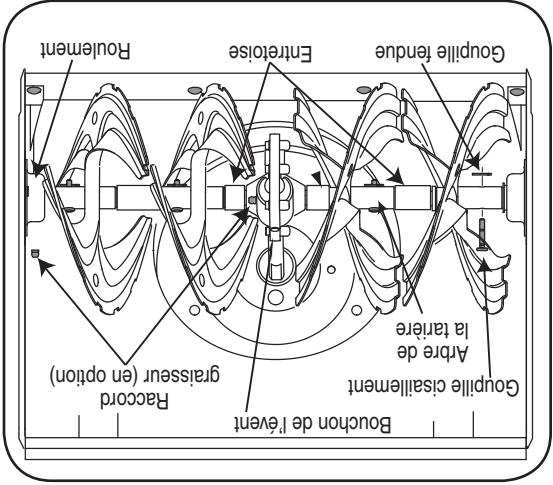

Figure 6-2
Enlevez les goupilles de cisaillement sur l'arbre de la tarière, au moins une fois par saison. Vaporisez un lubrifiant à l'intérieur de l'arbre et autour des entroîses. Lubrifiez aussi les roulements à bride trouvés à chaque extrémité de l'arbre de la tarière. Voir la Figure 6-2.
- Les goupilles de cisaillement et goupilles fendues maintiennent les tarières sur l'arbre de la tarière. Les goupilles sont sensées se cisailier si la souffluse heurte un objet ou un bloc de glace. Voir la Figure 6-2.